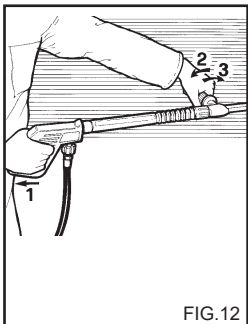
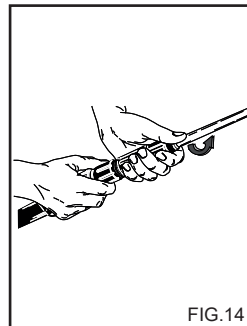

FIG.12
FIG.14
BRUK AV DUBBELT MUNSTYCKET ELLER STÅLBARTMUNSTYCKSHUVUD. (fig. 12)
2) Avlägsna förlängningen från handtaget och sätt i det dubbla sprutröret eller sprutröret med det reglerbara huvudet (fig.14). Sätt på rengöringsmaskinen, aktivera rengöringsmedlets suganordning på sprutröret (fig. 12, 13) och fördela det på ytan som ska tvättas nerifrån och upp.